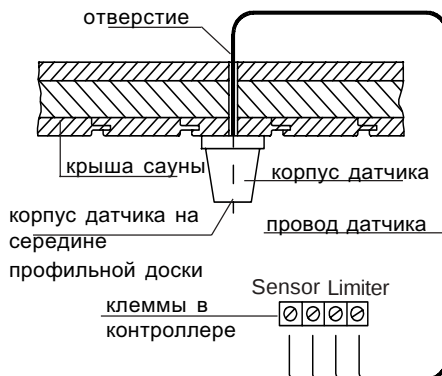

Рис.11
4. Зажмите провода для ограничителя (белые) и для температурного датчика (красные) на плате датчика в соответствии с рис. 11; затем вставьте плату датчика в корпус до защелкивания.